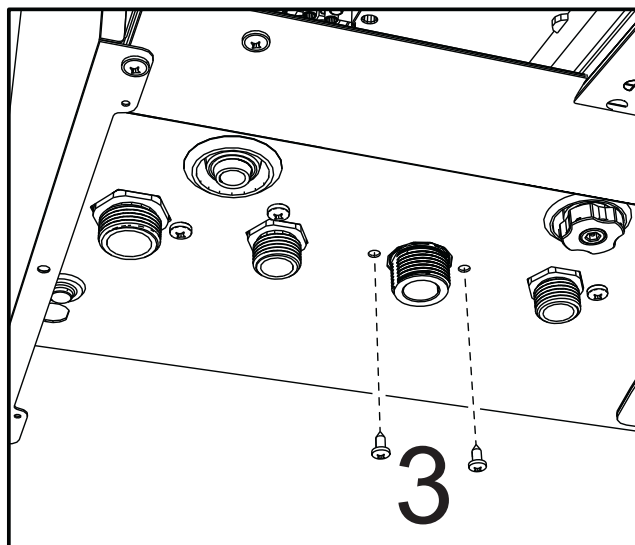

fig. 47
- Undo the screws "3" (fig. 47)